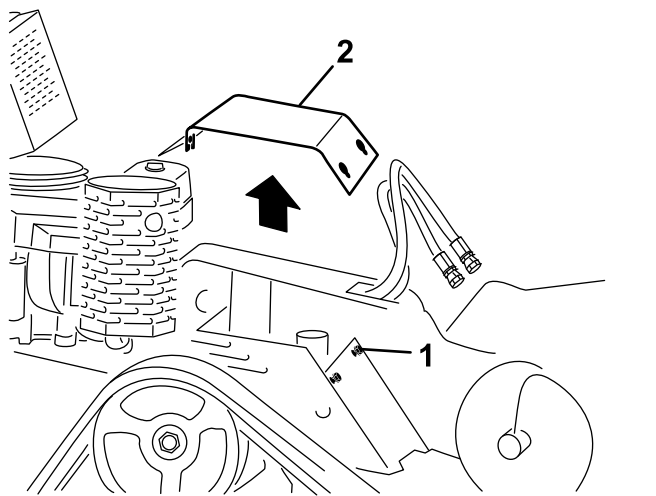

Figure 21
4. Desserrez l'un après l'autre les 3 boulons qui fixent le capot de protection au cadre jusqu'à ce que le capot se détache (Figure 21).
1. Boulon (3) 2. Capot de protection
6. Pour monter le capot de protection avant d'utiliser la machine, glissez-le en place et fixez-le avec les 3 boulons retirés précédemment (Figure 21).